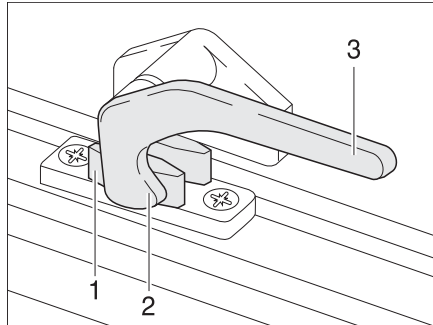

Bild 69 Låsarm i läget "stängd"
- Sväng låsarmen (Bild 69,3) ett kvarts varv mot fönstrets mitt.
- Sväng låsarmen (Bild 69,3) ett kvarts varv mot fönsterkarmen. Låsspaken (Bild 69,2) är placerad på insidan av fönsterlåset (Bild 69,1).
- I läget "helt stängt" (Bild 69).